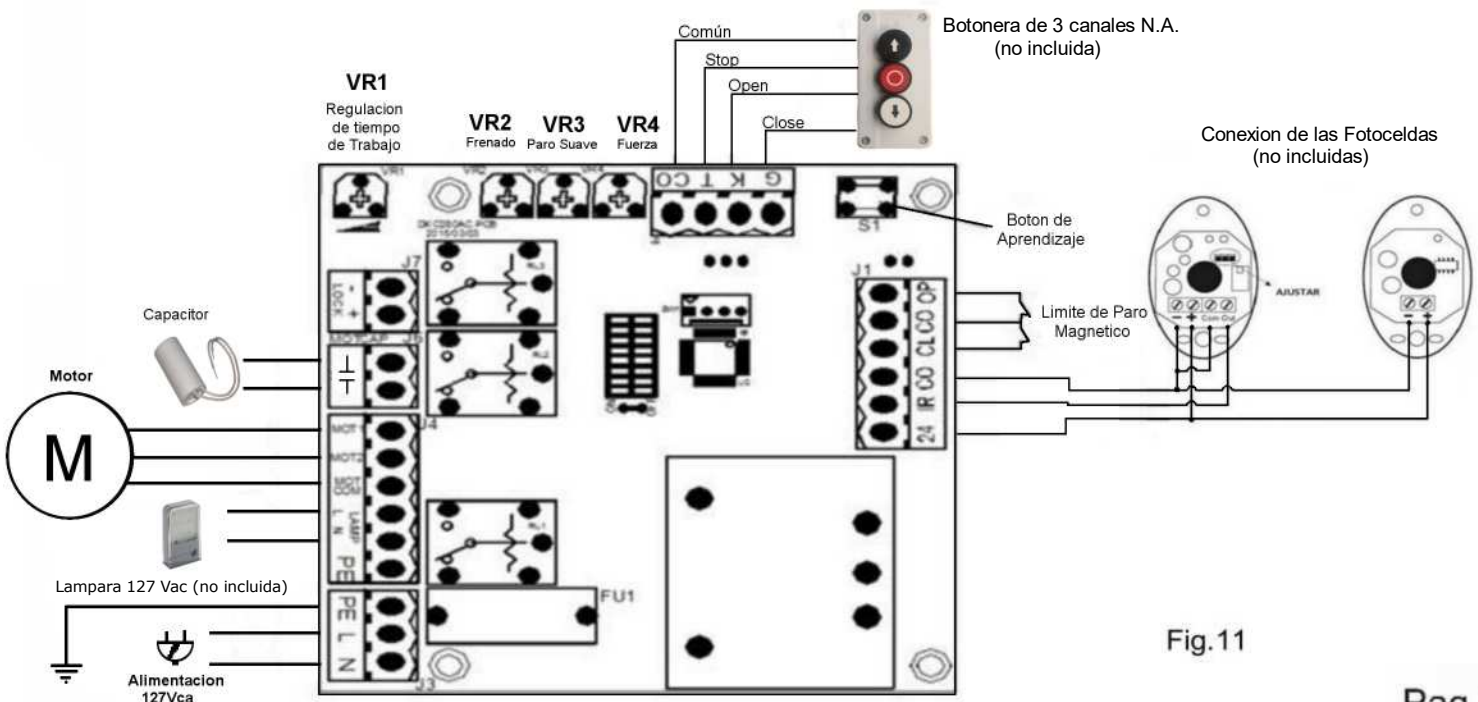

Fig.11
Asegúrese de que el Operador Corredizo este sin Energía Eléctrica antes de Realizar cualquier Conexión Eléctrica. Retire la Cubierta del Operador, Realice el Cableado Necesario y Adecuado. Ver (Fig.11) y Vuelva a Colocar la Cubierta del Operador Corredizo.
Ajuste de Potenciómetros Ver (Fig.11)
Este Transmisor tiene 3 Canales y se puede Configurar por medio del DIP en la Tableta Electrónica del Operador Corredizo ver (Fig.11) y (Tabla 1).
- Agregar Transmisores Adicionales:** Retirar la Cubierta del Operador Corredizo. Presione y Mantenga Oprimido el Botón de Programación “S1” (Fig.11) por 2 Segundos el “LED” del Receptor de la Tableta Electrónica del Operador Corredizo se Iluminará (Fig.11). Presione el Botón 2 Veces del Transmisor que Desea Utilizar. El “LED” del Receptor Parpadeará unos 2 Segundos y luego se Apagará. El Proceso de Programación ha Terminado Exitosamente. Se pueden Programar hasta 25 Botones de Transmisores.